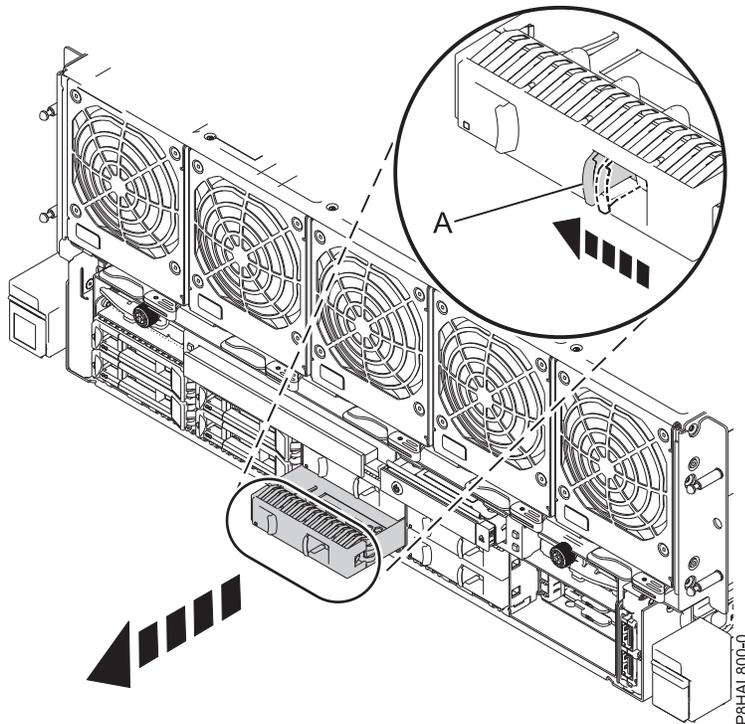

Figure 7. Retrait d'un obturateur d'unité de disque d'un système 8408-44E ou 8408-E8E
- a. Appuyez sur le verrou (A) situé sur la poignée de l'obturateur dans la direction indiquée à la figure 7, à la page 15.